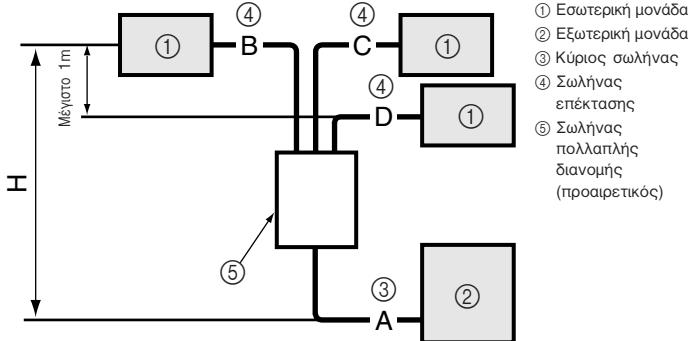

Fig. 5-7
5.6. Προσθήκη ψυκτικού υγρού (Fig. 5-7)